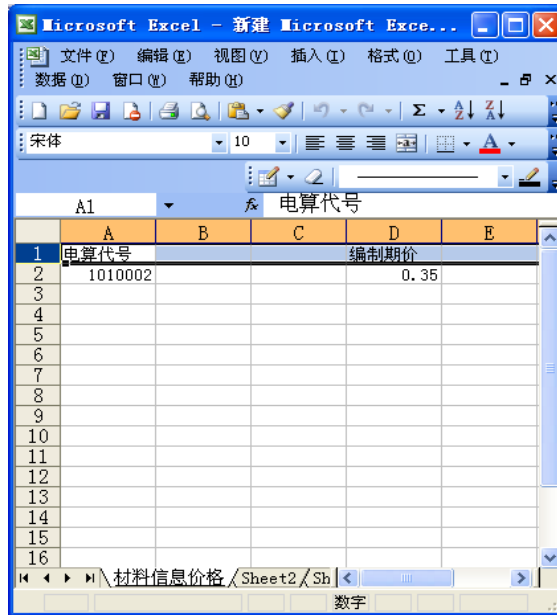

图 3-1.8
(2) Excel 调入信息价格：首先在 Excel 报表中输入需要调入信息价格的材料电算代号以及信息价格，然后导入 Excel 文件，数据即可覆盖到当前料费方案。注意：Excel 的格式要求，第一列是新电算代号，第四列是材料调查价格，sheet 的名称为“材料信息价格”（图 3-1.8）。具体操作如下：